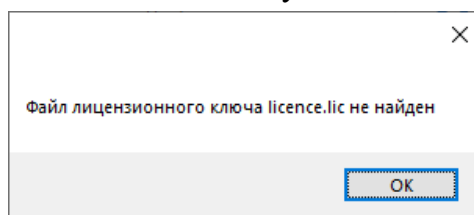

Рисунок 3 – Вид сообщения об отсутствии файла лицензионного ключа
- 6) при первом запуске ПО «Эмулятор ТПТС» и отсутствии файла лицензионного ключа пользователю будет выведено соответствующее сообщение (см. рисунок 3);